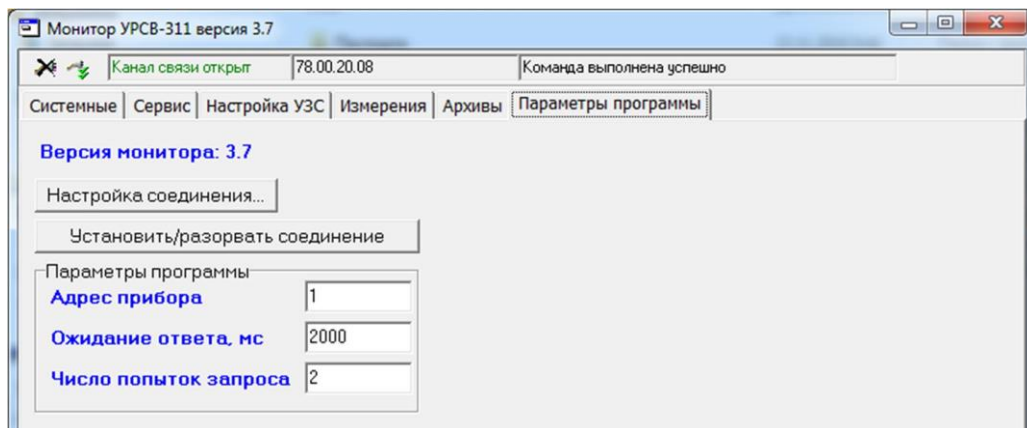

Рис.14. Вид вкладки «Параметры программы».
4.1.7. При необходимости создания сети приборов, объединенных по интерфейсу RS-485, настройка параметров связи (сетевой адрес, длительность ожидания ответа, число попыток запроса) производится во вкладке «Параметры программы» (рис.14):
- закрыть канал связи прибора с ПК, нажав на кнопку  в левом верхнем углу окна программы «Монитор УРСВ-311» (рис.14);